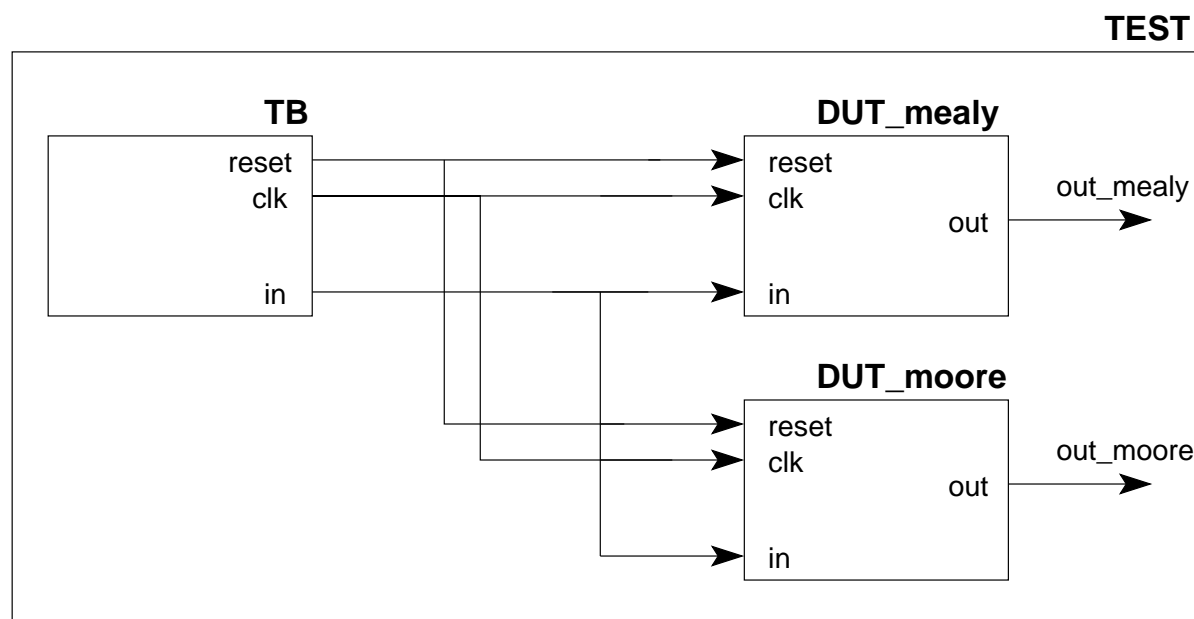

Figura 5.14: Structura modulului *test* pentru automate.
2. Simulați automatele Mealy și Moore. Pentru simulare folosiți un modul de testbench, precum și un modulul de test aferent automatelor. În modulul de test instanțiați atât automatul Mealy cât și automatul tip Moore. Schema modulului de test este prezentată în figura 5.14.